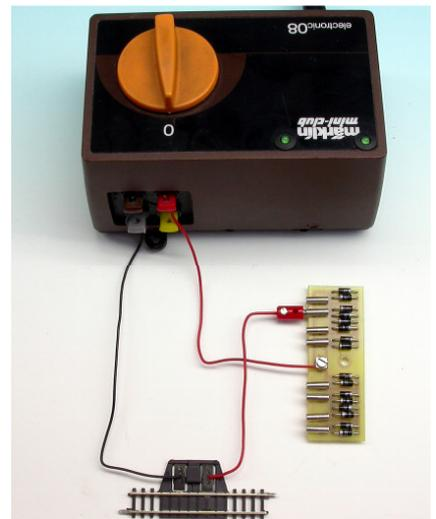
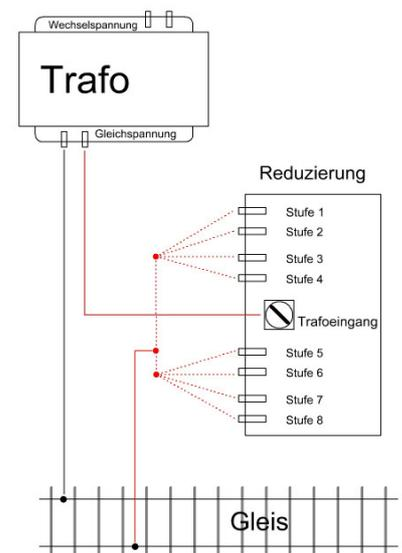

Bild 2: der Anschluss des Bausteines im Überblick
Bild 3: ein einfacher Anschluss des Bausteines
4. Der Baustein wird in eine der Trafozuleitungen zum Gleis eingeschleift; vorzugsweise in die rote Leitung, die Pluspotential führt. Siehe Bild 2 und Bild 3. Die komplette Montage wird ohne Lötarbeiten ausgeführt. Die Leitung vom Trafo kommend wird abisoliert und in der Schraubklemme sicher befestigt. Das rote Kabel vom Gleis wird ebenfalls abisoliert und mit dem mitgelieferten Stecker versehen und in **eine** der silbernen Buchsen gesteckt, Bild 2 und Bild 3. Wie auf dem Schaltplan ersichtlich ist oben die Reduzierung am schwächsten und unten am stärksten. Pro Reduzierungsstufe werden etwa 0,7 Volt vernichtet. Eine nennenswerte Abwärme entsteht dabei nicht. Es werden max 1 Ampere Strom durchgeleitet, die bekannten Fahrgeräte liegen von ihrer Leistung allesamt darunter. Ein besonderer Schutz gegen Überlast oder Kurzschluss muß nicht getroffen werden. Der Schutz, den die Fahrgeräte „on board“ haben, ist vollkommen ausreichend.
5. Für das braune Märklin™ Fahrgerät 6701, auch auf Bild 2 zu sehen, genügt ein Anschluss an der Stufe 1 – 4. Die dort reduzierte Spannung wirkt sich in erster Linie auf die Höchstgeschwindigkeit aus. Die Langsamfahreigenschaften werden davon nicht berührt. Für das weiße Fahrgerät 67011 sind alle Buchsen empfehlenswert, vor allem die Stufen 5 – 8. Dort wird die Höchstgeschwindigkeit in stärkerem Maße reduziert. Das hat auch Einfluss auf die niedrigeren Geschwindigkeiten und die Langsamfahreigenschaften. Allerdings werden Letztere beim 67011 kaum berührt, es sind ja auch kaum welche vorhanden.